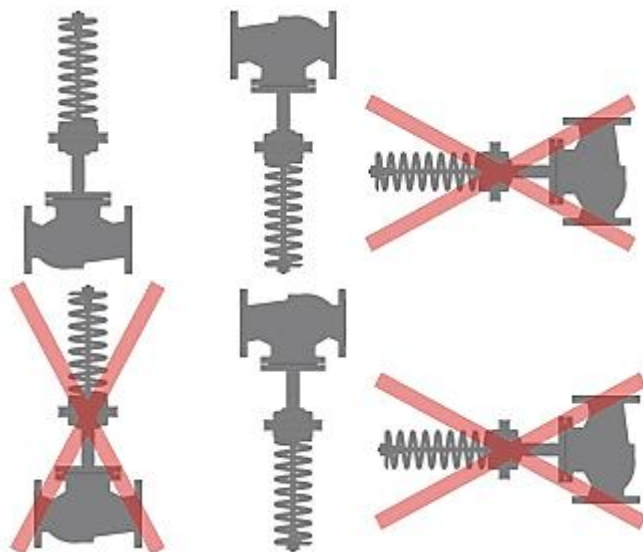

Рисунок 4 - Монтажные положения РД
8.2. РД устанавливается в рабочем положении, указанном в рис.4 на горизонтальном участке трубопровода, удобном для обслуживания и проведения ревизии. Прямой участок до и после РД должен быть не менее 5 условных диаметров. РД должен быть установлен в трубопровод таким образом, чтобы направление движения среды соответствовало стрелке на корпусе.